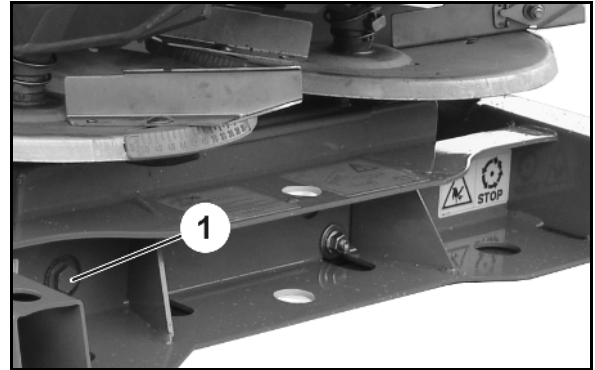

图 98
2. 拧开螺母（图 98/2），消除弹簧（图 98/1）拉力。